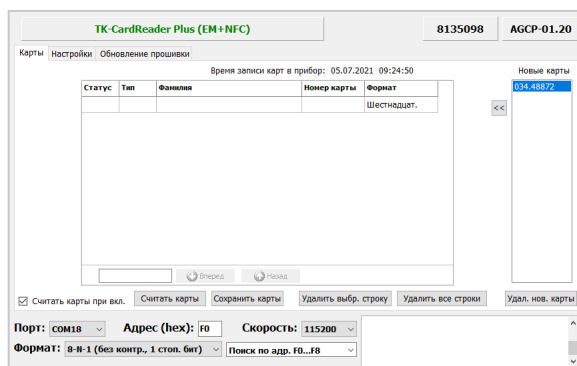

Рис.18. Вкладка «Карты»
**2. Считывание номера карты при помощи TK-CardReader Plus.** Для этого подключите TK-CardReader Plus к компьютеру и поднесите карту к считывателю. Номер карты будет считан в программу и появится в списке «Новые карты» (**Рис.18**):